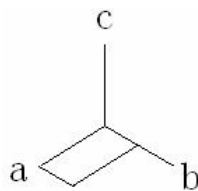

图 7.1
**说明：**初始应变轴依附于每个单元，ADINA 中已经默认存在，如图 7.1 所示，但多数情况下需要与定义的 Orthotropic Axes System 对齐，以调整初始应变轴的方向。